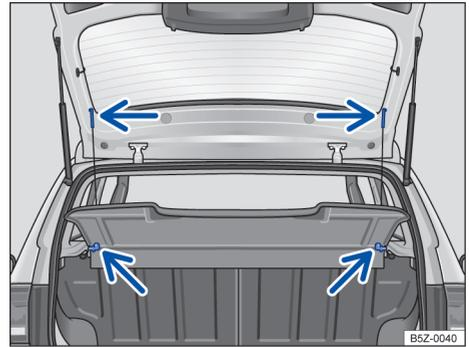

Fig. 121 No compartimento de bagagem: remover e instalar a cobertura do compartimento de bagagem.
- Desprender os cordões de retenção do suporte da tampa traseira → Fig. 121 (setas superiores).
- Retirar a cobertura do compartimento de bagagem por trás, para fora dos suportes laterais → Fig. 121 (setas inferiores).
- Empurrar a cobertura do compartimento de bagagem para a frente, introduzindo-a nos suportes laterais → Fig. 121 (setas inferiores).
- Encaixar os cordões de retenção na tampa traseira → Fig. 121 (setas superiores).